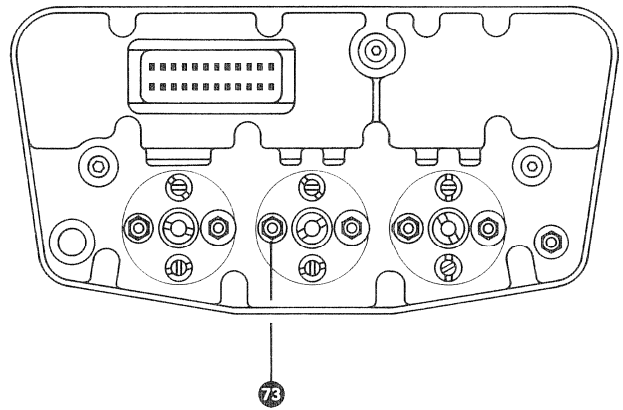

Fig. 7.2.—5
6. Aufnahmetonkopf mittels Mutter 73 (Fig. 7.2.—5.) auf geringsten Phasenwinkel justieren; bei schrittweiser Erhöhung der Frequenz, beginnend bei 1 kHz, bis 10 kHz.
6. Adjust record head with nut 73 (fig. 7.2.—5) to minimum phase angle, starting at 1 kHz and increasing frequency step by step to 10 kHz. Maximum permissible phase error: ± 10 degrees at 10 kHz.